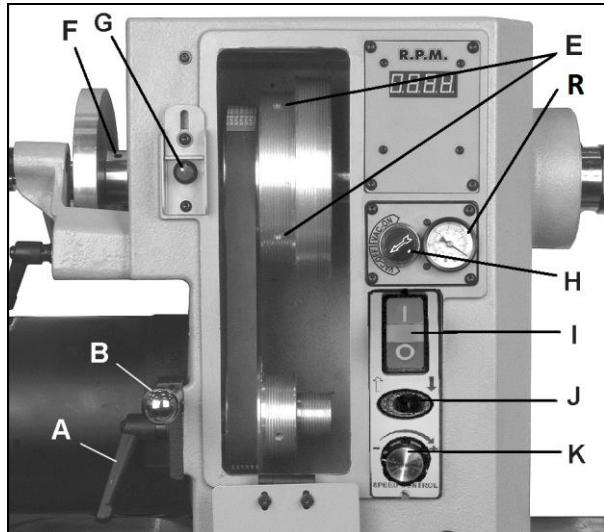
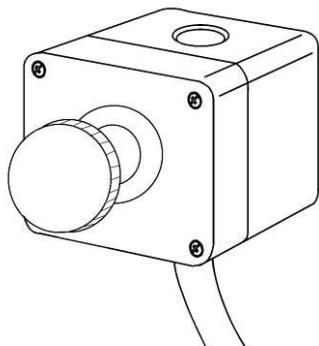

Fig. 15
Fig. 16
tourner l'interrupteur (H, Fig. 15) pour activer ou désactiver le flux de l'air de la pompe à vide.
Mettre la machine en route avec le bouton "I" vert (I, Fig. 15). Arrêter la machine avec le bouton "0" rouge.
Pour arrêter la machine, appuyer soit sur le bouton "0" rouge (I, Fig. 15), soit sur le bouton marche / arrêt (Fig. 16) de la télécommande.
**Lorsque le bouton de la télécommande est poussé, appuyer sur le bouton "I" vert (I, Fig. 15) pour redémarrer la machine.**